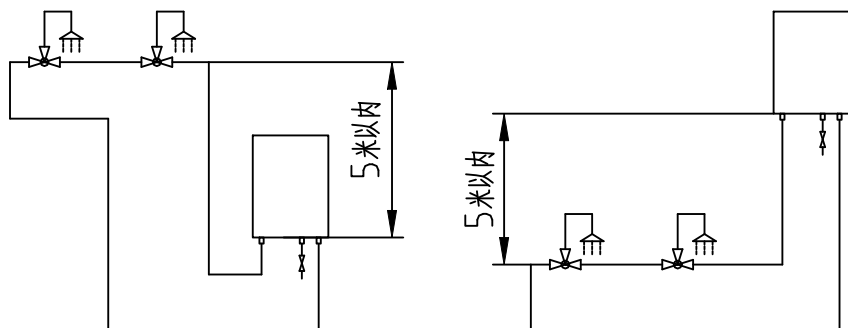

图15
■ 从燃气热水器出口到末端热水龙头处的循环配管的高低落差应在5米以内（如下图15）